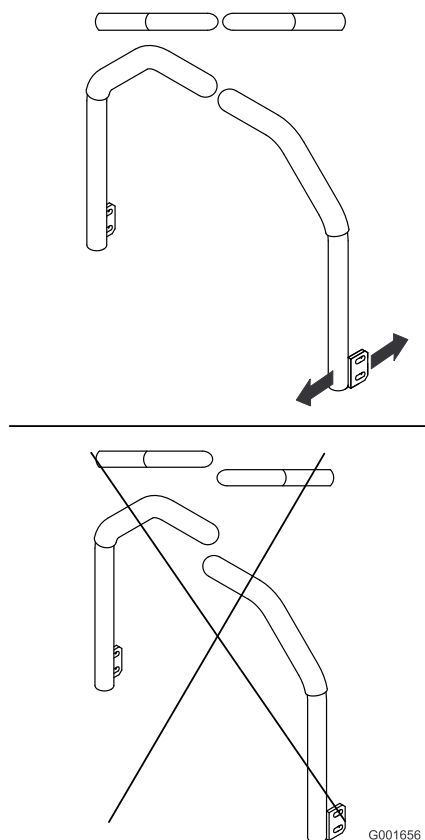

図 67
5. この状態で、左右のコントロール・レバーが整列するように調整し（図 67）、ボルトを締めて、各レバーをポストに固定する。